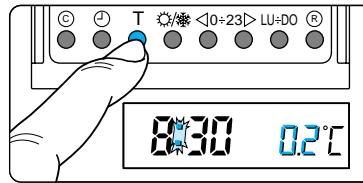

Fig. 73
15.3 - Premere il pulsante Υ (fig.73).